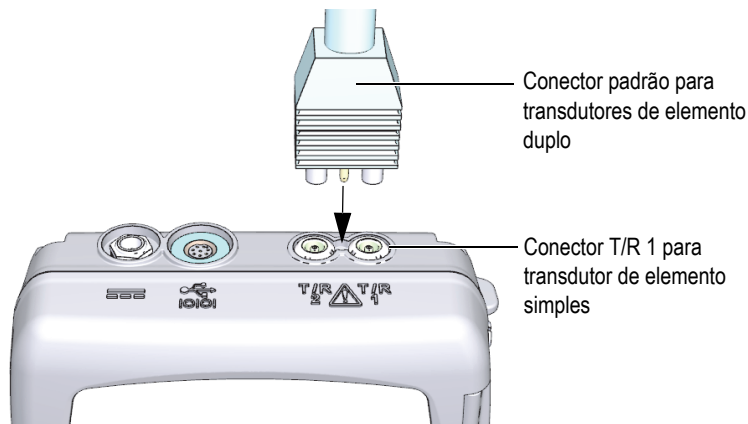

Figura 5-1 Conectando o transdutor
1. Conecte o transdutor no conector do transdutor localizado na parte superior do 38DL PLUS (veja Figura 5-1 na página 74). Use o conector T/R 1 para transdutores de elemento simples.